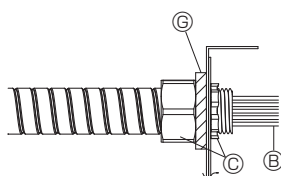

Fig. 8-6
- Cuando instale la placa de conducto (J), recorte únicamente los orificios semiperforados que sean necesarios para el cableado (B). Si se recortan orificios semiperforados que no son necesarios, pueden producirse daños debido a la invasión de pequeñas criaturas o insectos.
- Cuando recorte los orificios semiperforados de la placa de conducto, tenga cuidado de no producir ninguna deformación o distorsión en la placa. Asimismo, asegúrese de que no quede ningún hueco entre la placa y los tubos de conducto o los orificios de conducto, ya que podría producirse una avería de la tarjeta controladora debido a la invasión de pequeñas criaturas o insectos. (Fig. 8-6)